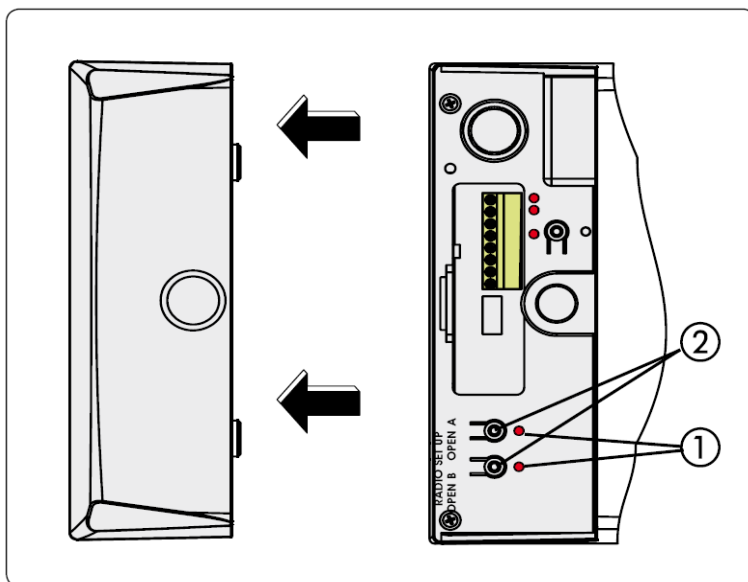

Рис. 7
- 2) Для запоминания полного открывания и частичного открывания соответственно нажмите кнопку OPEN A или OPEN B на одну секунду (рис. 7, отметка 2).